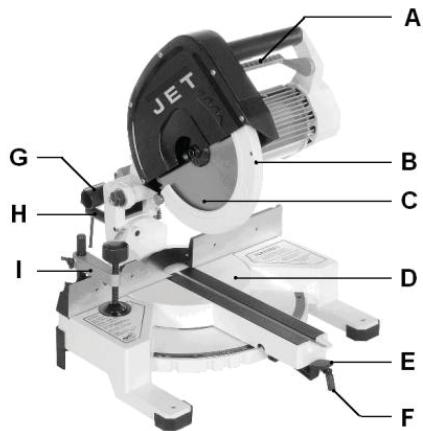

Рис. 1
- Во время распила заготовка должна быть закреплена при помощи прижима (I, Рис. 1) закреплена.
- Освободите защитное ограждение при помощи предохранительного рычага (A, Рис. 1).